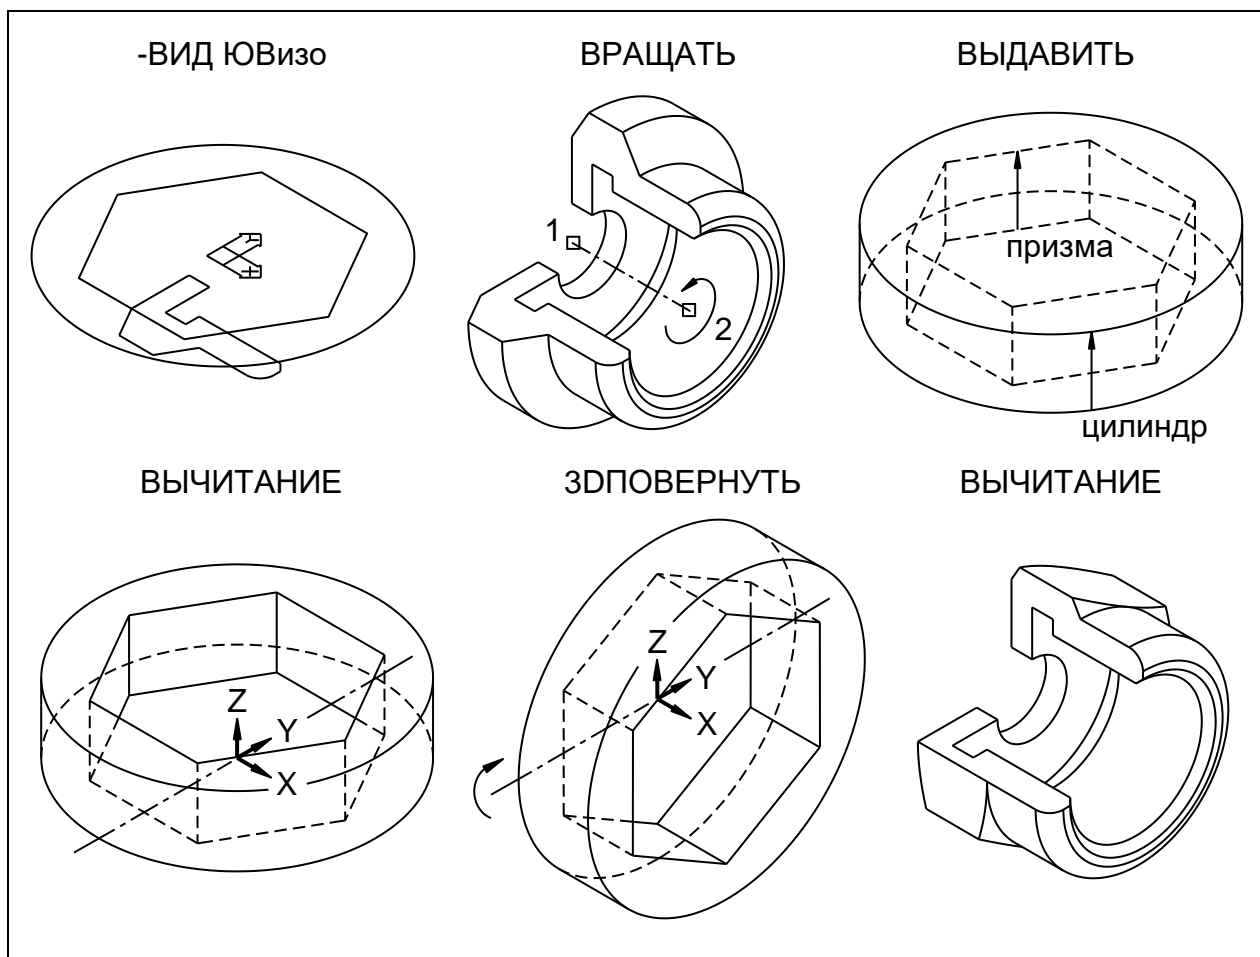

Рис. 26
Для контроля выполняемых действий рекомендуется задать вид в юго-восточной изометрии, который устанавливается командой **-ВИД**, введенной в режиме командной строки (с дефисом), с опцией **ЮВизо** (рис. 26).
*Примечание.* Чтобы не затруднять понимание чертежа, на рис. 26 показаны только те объекты, к которым относится рассматриваемое действие. Такой же порядок изображения использован на многих других рисунках.
1. Командой **ЗДПОВЕРНУТЬ** повернуть матрицу на угол  $-90$  вокруг оси  $OY$  текущей ПСК (см. рис. 26).
В результате будет получена готовая твердотельная модель заданной детали (см. рис. 26).